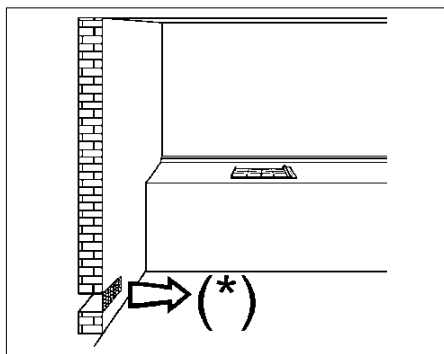
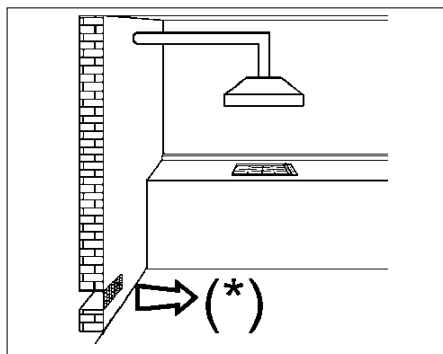
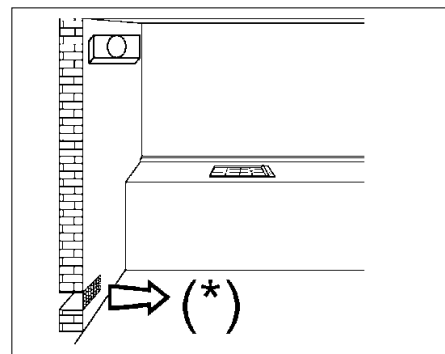

FIG. 3
FIG. 4
FIG. 5
- *l'utilizzo di un apparecchio di cottura a gas produce calore ed umidità nel locale in cui è installato. Necessita pertanto assicurare una buona aerazione del locale mantenendo sgombre le aperture della ventilazione naturale (fig. 3) ed attivando il dispositivo meccanico di aerazione (cappa di aspirazione o elettroventilatore fig. 4 e fig. 5).*
E' indispensabile che il locale dove viene installato l'apparecchio sia permanentemente ventilato per garantire un corretto funzionamento dello stesso. La quantità d'aria necessaria è quella richiesta dalla regolare combustione del gas e dalla ventilazione del locale il cui volume non potrà essere inferiore a 20 m3. L'afflusso naturale dell'aria deve avvenire per via diretta attraverso aperture permanenti praticate sulle pareti del locale da ventilare che danno verso l'esterno con una sezione minima di 100 cm2 (vedi fig. 3). Queste aperture devono essere realizzate in modo che non possano essere ostruite.
Gli apparecchi di cottura a gas devono sempre scaricare i prodotti della combustione a mezzo cappe collegate a camini, a canne fumarie o direttamente all'esterno (vedi fig. 4). In caso non esista la possibilità di applicazione della cappa, è tollerato l'utilizzo di un ventilatore installato su finestra o su parete affacciata all'esterno, da mettere in funzione contemporaneamente all'apparecchio (vedi fig. 5), purché siano tassativamente rispettate le disposizioni riguardanti la ventilazione elencate nelle norme UNI 7129 e 7131.